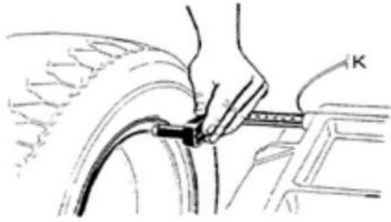

Fig. 1
- ställ in "a"-värde: flytta mätaren till mätposition som visas i Fig.1, håll kvar mätaren fortfarande på plats i ca. 4 sekunder, framgångsrik memorering är givet, återställ sedan mätaren till position 0. (Värdet uppmätt i automatiskt läge